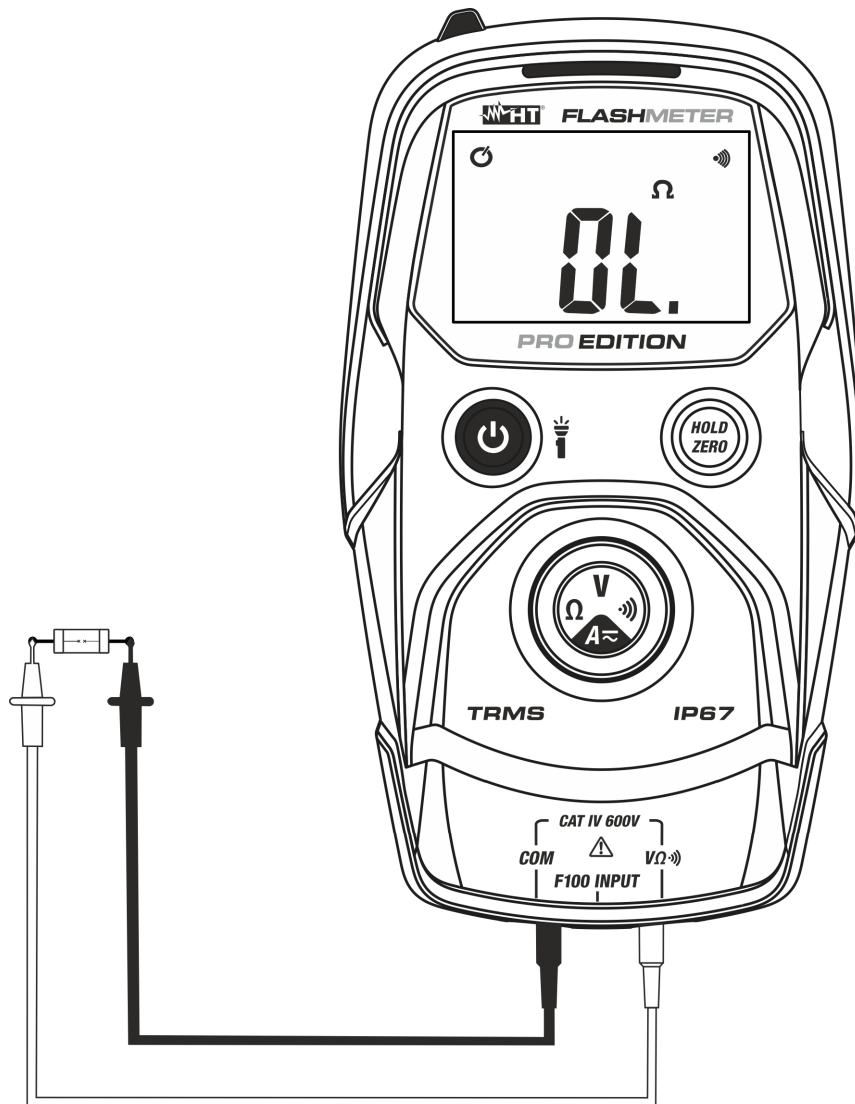

Abb. 6: Verwendung des Gerätes für Durchgangstest
4. Verbinden Sie die Messleitungen mit dem zu messenden Kreis (siehe Abb. 6). Der Durchgangssummer aktiviert sich bei Werten von  $R < 50\Omega$